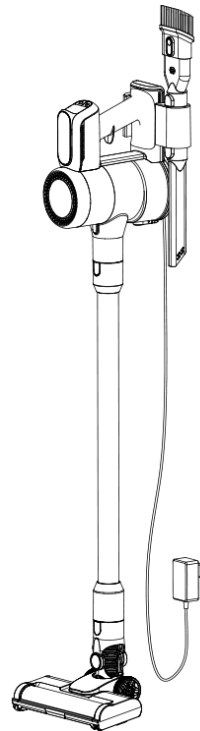

Fig 3.
3. Najskôr odstráňte jeden koniec valca kefy (Figure 3).